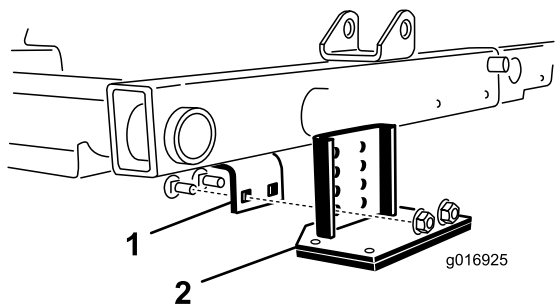

Figure 40
2. Localisez le support de cadre au-dessus de l'unité de coupe centrale (Figure 40).
3. Appuyez sur le rouleau avant de l'unité de coupe centrale et déterminez quels sont les trous du support de basculement qui doivent s'aligner sur les trous du support de cadre pour obtenir le même contact du rouleau quand le support de basculement est monté (Figure 40).
4. Abaissez les unités de coupe et montez le support de basculement sur le cadre au moyen des 2 boulons de carrosserie et des 2 écrous fournis avec le kit (Figure 40).